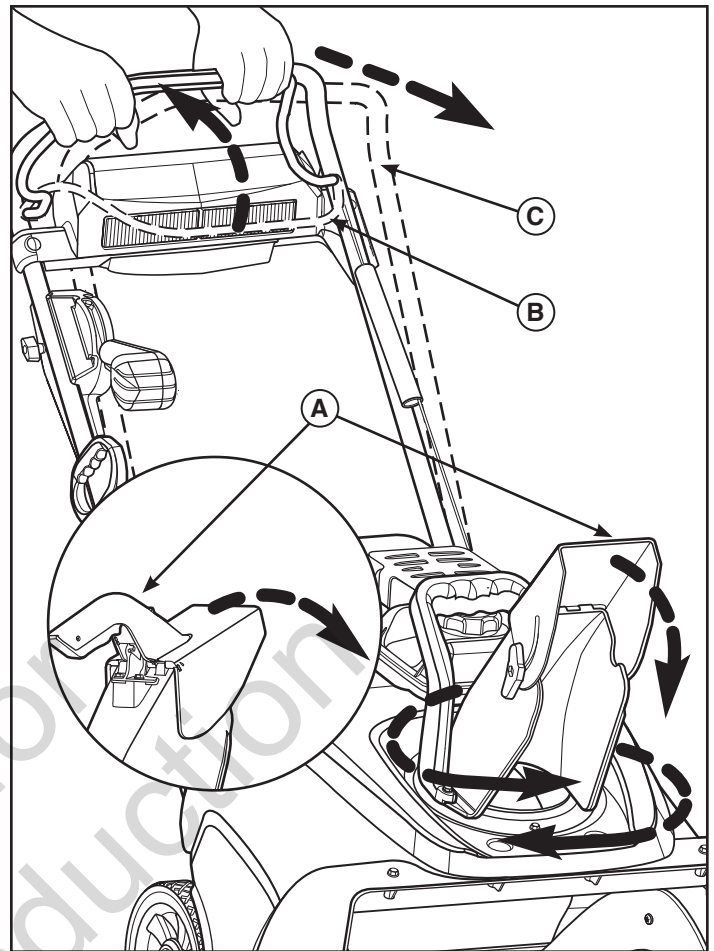

Figure 8
2. Ajustez la direction et l'angle de la goulotte d'éjection (**A**, Figure 8). Voir Goulotte d'éjection et déflecteur dans cette section.